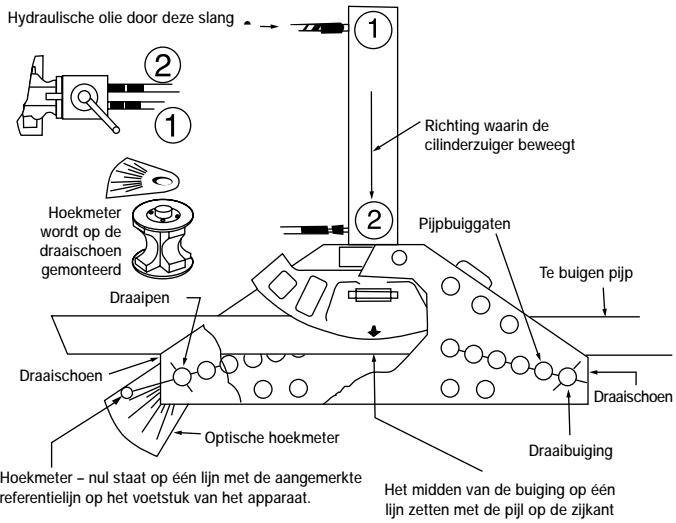

Afbeelding 2
5.0 PIJLEN BUIGEN (ZIE AFBEELDING 2 AND 3)